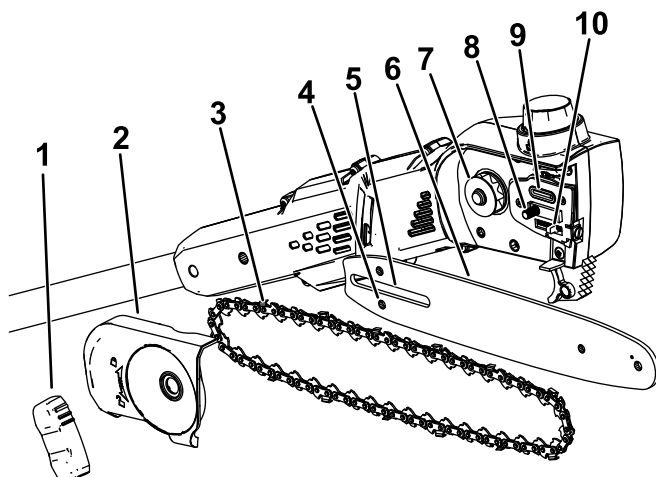

Figure 3
2. Déposez le couvercle latéral; pour ce faire, tournez le bouton dans le sens antihoraire jusqu'à ce que le bouton puisse être retiré, puis déposez le couvercle latéral (Figure 3).
5. Placez la boucle ouverte de la chaîne (le côté qui n'est pas sur le guide) autour du pignon d'entraînement de l'élagueuse (Figure 3).
Important: Vérifiez que le goujon de réglage de la chaîne est bien inséré dans la fente correspondante sur le guide-chaîne (Figure 3).